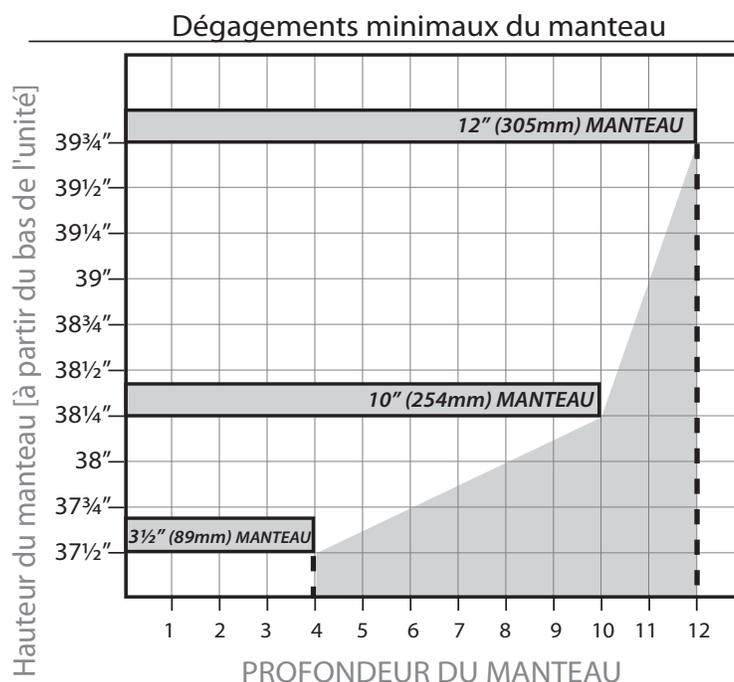

Figure 24: La largeur et la hauteur de tablette de cheminée.
8. céramique, connectez-vous fixés et porte en verre. Voir aussi INSTALLATION SECONDAIRE - INSTALLATION DES RONDINS ET LA BRAISES. Lors du ré-installer le brûleur, veiller à ce que le brûleur à la relation capuchon de la veilleuse est similaire à ce qui est montré (voyez Figure 24).